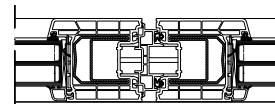

Abb. 4 Einziehen der Dichtung G045.1 bis in die Endkappe des Mittelverschlusses
- Dichtung **G045.1** bis in die Endkappe des Mittelverlustes einziehen (Abb.4)